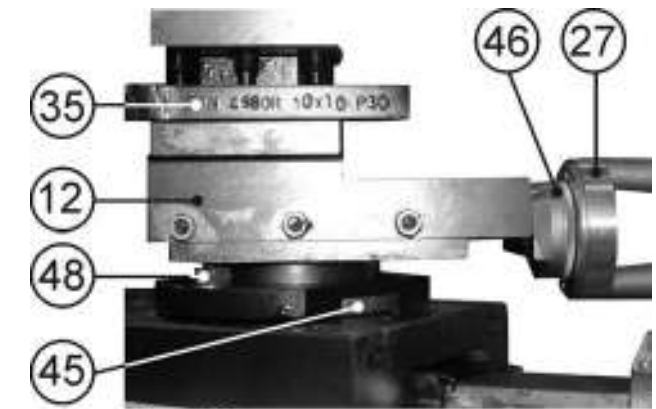

Рис. 16
10.3.6. Для выполнения конусного точения ослабьте два болта (48), установите поворотный суппорт (12) на необходимый угол по показаниям шкалы (45), зафиксируйте положение поворотного суппорта (12) двумя болтами (48), Рис. 16.
10.3.7. Конусное точение выполняется вращением маховика (27) подачи поворотного суппорта для перемещения резца (35). Размер контролируется по показаниям лимба (46) (1деление=0.025мм), Рис. 16.